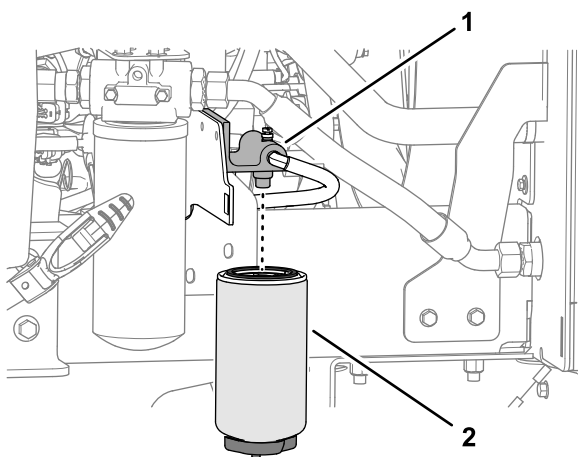

Figura 56
1. Coloque un recipiente limpio debajo del filtro de combustible (Figura 56).
3. Limpie la zona alrededor de la cabeza del filtro de combustible (Figura 56).
4. Retire el cartucho del filtro y limpie la cabeza del filtro (Figura 56).